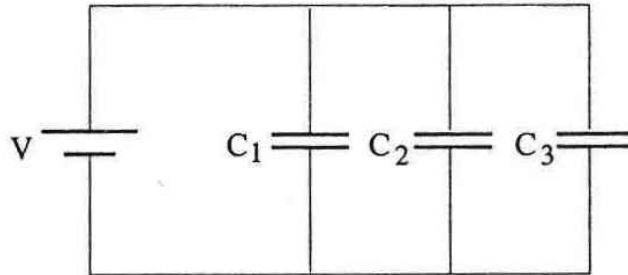

Figure 3: Condensateurs en parallèle.
Par contre, si les trois condensateurs sont branchés en *parallèle*, comme à la Figure 3, la différence de potentiel aux bornes de chaque condensateur est égale à la fém,  $\mathcal{E}$ , produite
1. En utilisant le panneau de circuit électrique, branchez les trois condensateurs dans un circuit en parallèle comme à la Figure 3.